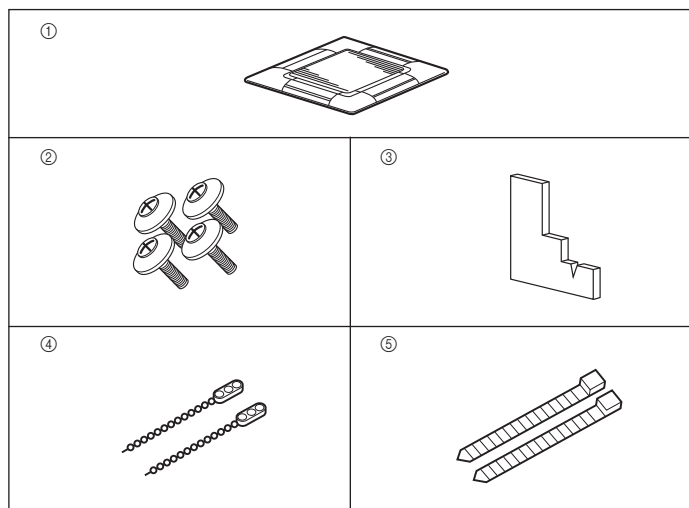

Fig. 8-1
8.1. Controllare gli accessori della griglia (Fig. 8-1)